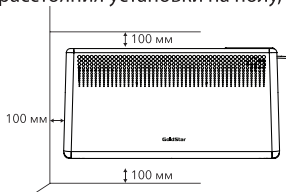

Рис. 4
Конвектор устанавливается таким образом, чтобы производимое тепло перемешивало максимальный объем воздуха. Конвектор должен быть зафиксирован в соответствии с действующими предписаниями. Выключатель и другие механизмы не должны соприкасаться с человеком, принимающим ванну или душ, прибор должен находиться вне зоны попадания брызг воды. Если прибор накрыт, существует риск перегрева. Категорически запрещается накрывать или затыкать входные или выходные отверстия (решетки) воздуха, ввиду опасности несчастного случая или порчи прибора. Не располагать за занавесками, дверьми, под отверстием в стене или вентиляционным отверстием. Соблюдать минимальные расстояния установки на полу, поверхностях, у мебели и т. д. (рис. 4).
- освободить настенный кронштейн от конвектора, необходимо следующим образом: нажмите на защелки и потяните кронштейн на себя нажав вниз на две защелки (рис. 4). Во время монтажа желательно использовать защитные перчатки;